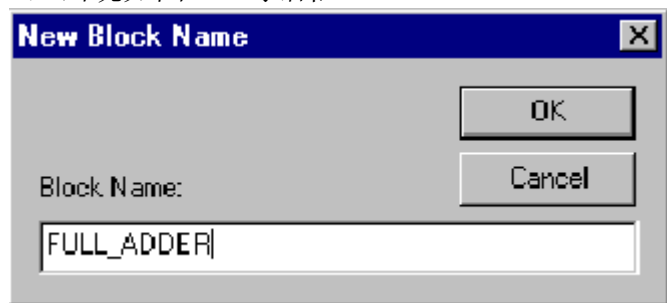

图 3.21
9. 在 Block Name 中输入 FULL\_Block，点击鼠标将 Block1 换成 FULL\_ADDER。如图 3.21。